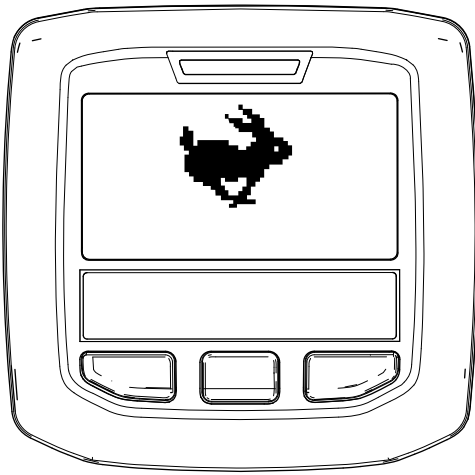

Рисунок 84
**Примечание:** На дисплее инфо-центра отображается значок ТРАНСПОРТИРОВКА (Рисунок 84).